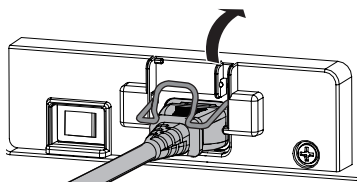

Fig.1
- 2) Soulevez le support de cordon d'alimentation fixant le cordon d'alimentation. (Fig. 1)